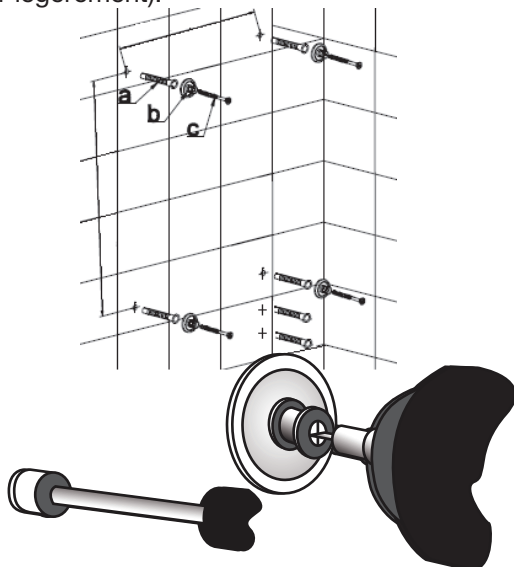

Figure 4
Étape 4 : Installation des pieux muraux (figure 4)